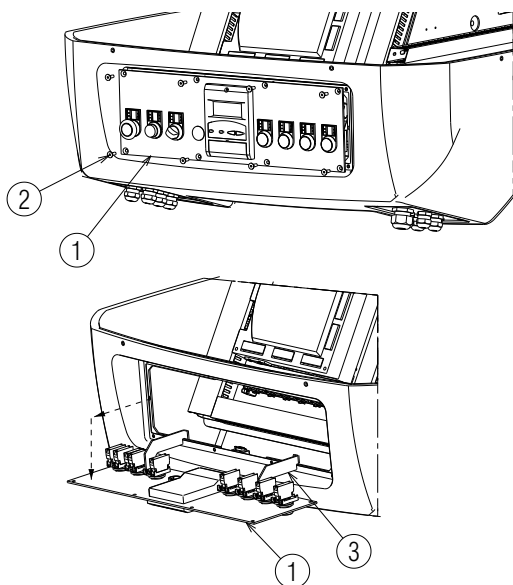

图 35
- ▶ 抽出控制面板 1) 并旋转 90°，将其挂在支架 3) 上，如图 35 所示；